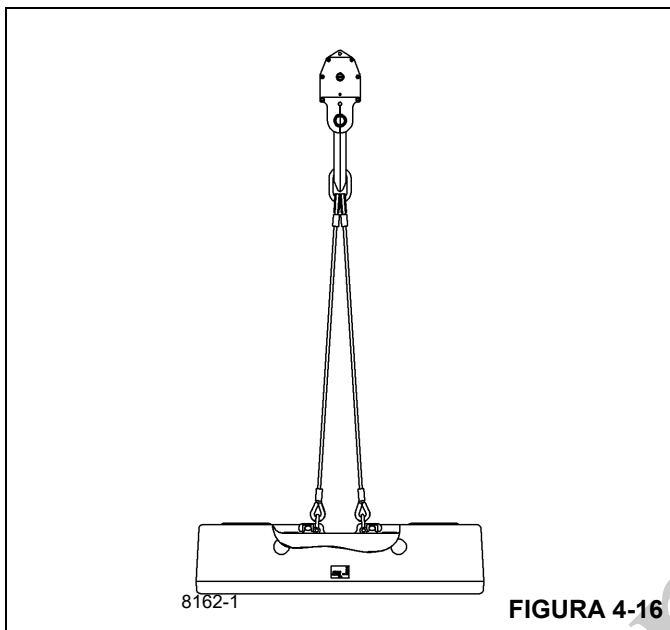

FIGURA 4-16
6. Eleve e coloque o conjunto do contrapeso/suporte de apoio nos suportes do contrapeso do transportador usando os olhais de elevação do suporte de apoio (Figura 4-16).
11. Conecte o conjunto de lingas ao conjunto do contrapeso usando os olhais de elevação do suporte de apoio (Figura 4-16).
8. Conecte o conjunto de lingas ao conjunto do contrapeso fundido pesado usando os olhais de elevação do suporte de apoio (Figura 4-16).